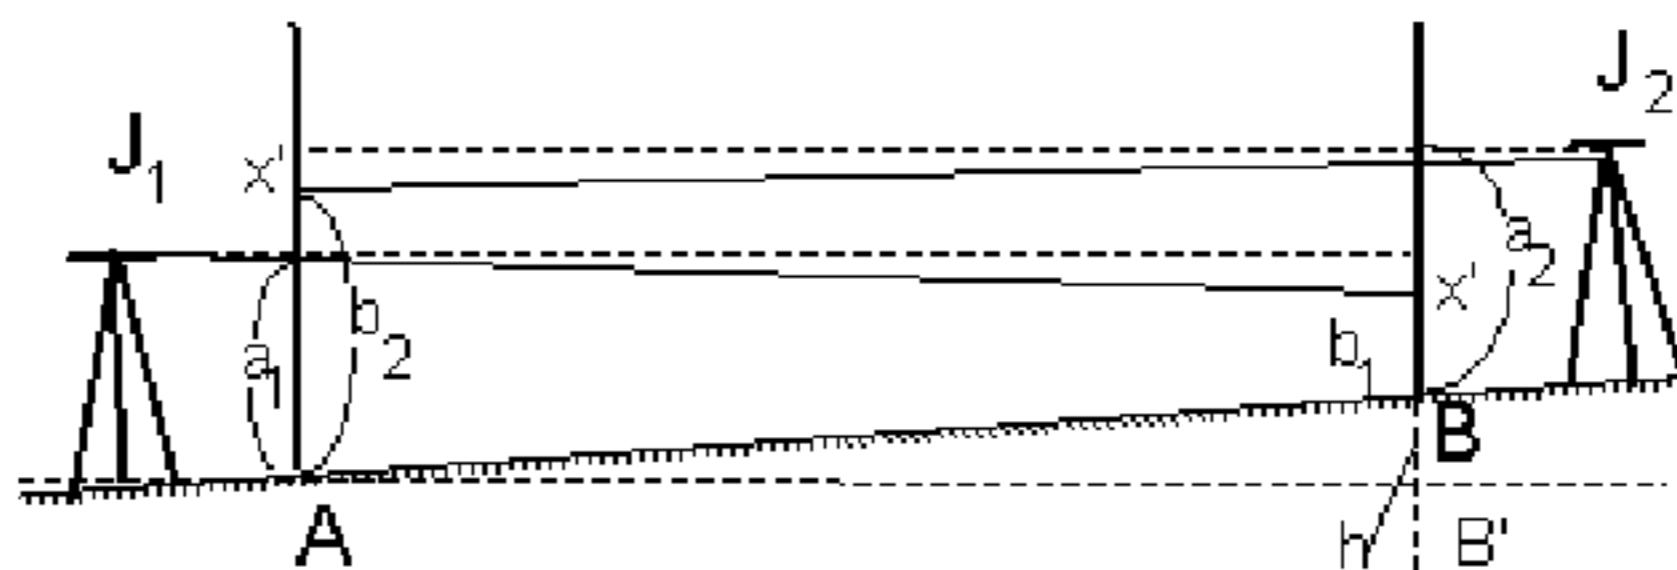

Рис. 2.11.
*Второй способ* не требует измерения высоты инструмента. Проверка выполняется в следующей последовательности: нивелир устанавливают в рабочее положение ( $J_1$  рис.2.11) в створе между точками местности А и В, находящимися друг от друга примерно на расстоянии 70-75 м, на расстоянии от точки А в 3-5 м; в точках А и В устанавливают отвесно рейки берут отсчеты по рейкам  $a_1$  и  $b_1$ ; затем переходят с нивелиром на станцию  $J_2$ , расположенную примерно в створе и находящуюся за точкой В на расстоянии 3-5 м. Берут отсчеты по рейкам  $a_2$  и  $b_2$ . Рассчитывают значение  $x'$  по формуле